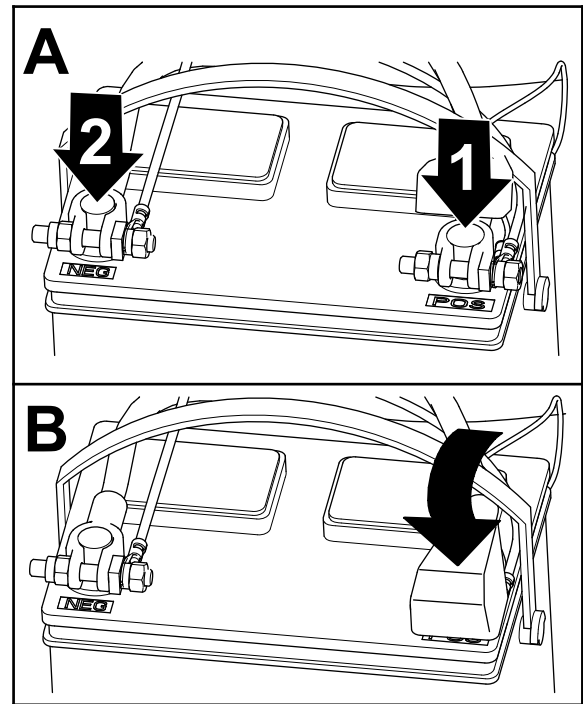

图8
1. 将正极接线连接到电池，拧紧电池夹螺母（图8）。
2. 将负极接线连接到电池，拧紧电池夹螺母（图8）。
3. 将绝缘盖安装到正极电池端子（图8）。